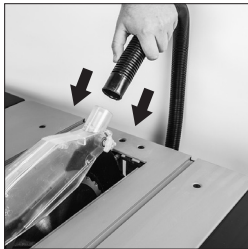

Fig. 21
N.B.: De bovenste bladbeschermkap is uitgerust met een stofafzuigopening **(Fig. 21)**.